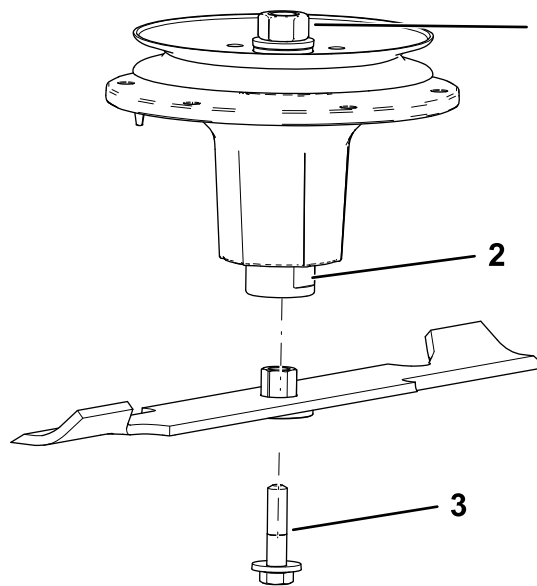

Bild 78
- Montieren Sie die Buchsen-/Messerbaugruppe auf der Spindelwelle (Bild 78).